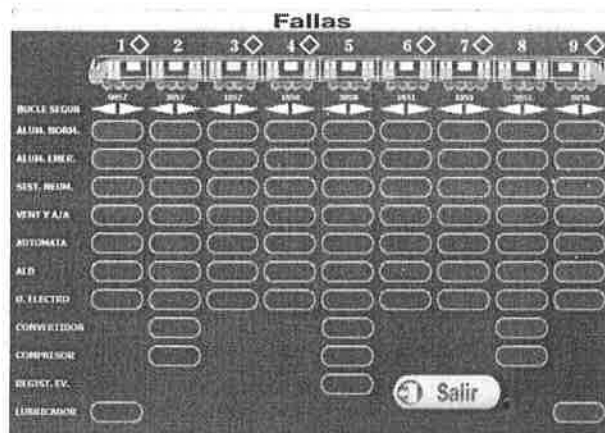

Figura 6. Pantalla de fallas con señalización de alumbrado normal.
Figura 6. Pantalla de fallas con señalización de alumbrado normal.	7
- Verificar si en la PC, en la cabina que tiene mandos dentro de la pantalla **FALLAS**, la señalización de **falla alumbrado normal** en uno o más carros como Figura 6 y observar si existe falla de convertidor: